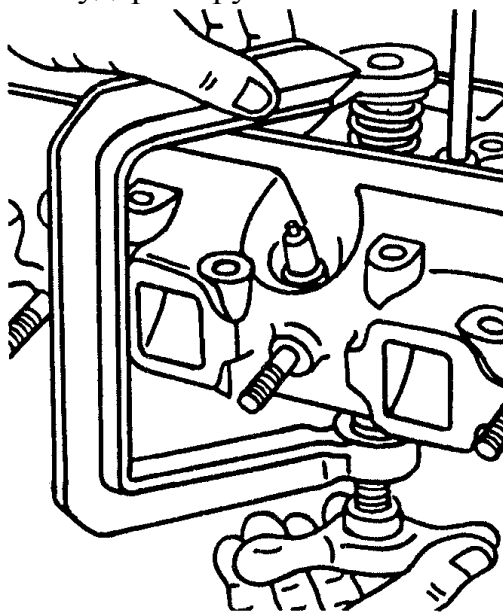

Рис.64. Снятие пружины клапана
35. С помощью съёмника снять клапаны (рис.64) и уложить их на стеллажи согласно порядковым номерам. Съёмник позволяет осуществлять снятие и установку пружин клапанов на головках цилиндров, как с присоединенными к ним выпускными коллекторами, так и без них. При снятии клапанов необходимо соблюдать осторожность, чтобы не повредить маслоотражательные колпачки. Для облегчения снятия тарелки клапана с сухарей рекомендуется после предварительной затяжки винта съёмника слегка ударить рукояткой молотка по съёмнику.